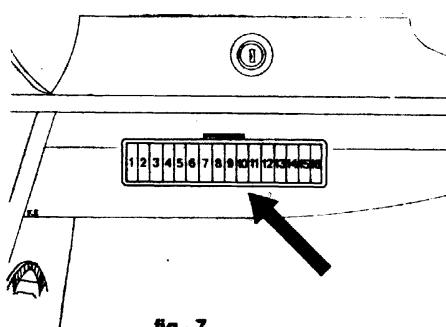

fig. 7
- 13 - Boîte à fusibles (voir fig. 7).**
- 13 - Fuse box (fig. 7).**
VALVOLE (fig. 7)**FUSIBLES (fig. 7)****FUSES (fig. 7)**